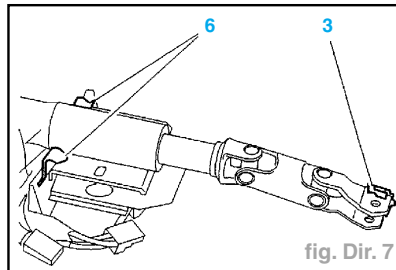

fig. Dir. 7
- Poser l'agrafe (3) (fig. Dir. 7).
- Engager les agrafes (6) sur les brides.